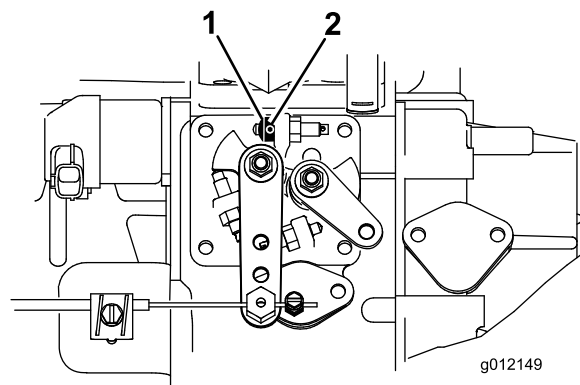

Figure 8
- Desserrez la vis sans tête sur la butée de papillon (Figure 8).
- Glissez la butée de papillon sur la vis d'arrêt de régime de ralenti accéléré (Figure 8). Le côté chanfreiné de la butée de papillon doit être placé à l'extérieur.